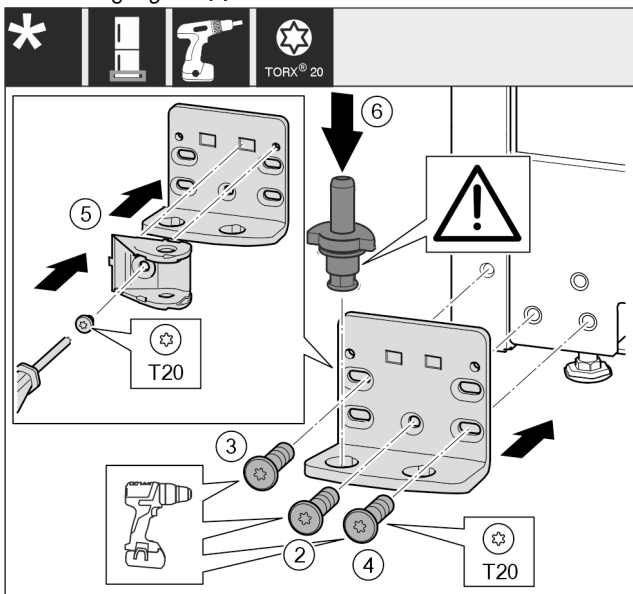

Fig. 43
- ▶ Lagerbock auf der anderen Seite ansetzen und mit Hilfe eines Schraubendrehers anschrauben. Mit der Schraube Fig. 43 (2) unten in der Mitte beginnen.
- ▶ Schraube Fig. 43 (3) und Schraube Fig. 43 (4) festschrauben.
- ▶ Schließdämpferverbindung Fig. 43 (5) um 180° drehen. Auf der anderen Seite des Lagerbocks mit Schraubendreher anschrauben.
- ▶ Lagerbolzen Fig. 43 (6) komplett einsetzen. Dabei darauf achten, dass der Rastnocken nach hinten zeigt.